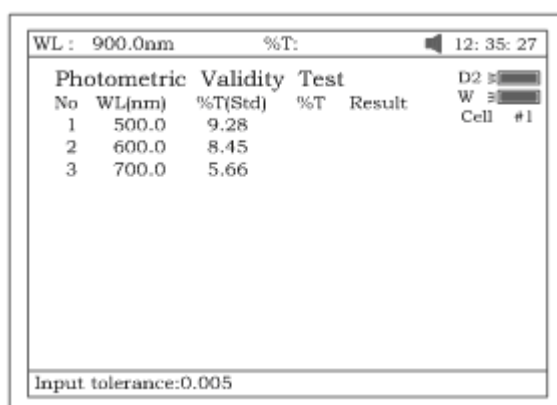

Рисунок 93
4. Нажмите **[F3]**, чтобы установить величину допустимого отклонения (рис.93). Введите его значение с цифровой клавиатуры.